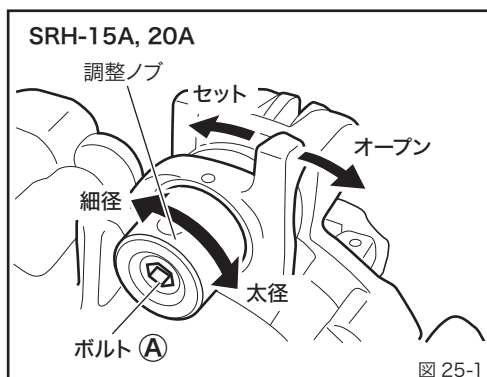

図 25-1
- ①オープン位置でボルトをゆるめます。
- ・ SRH-15A・20A の場合はボルト①をゆるめます。(図 25-1)